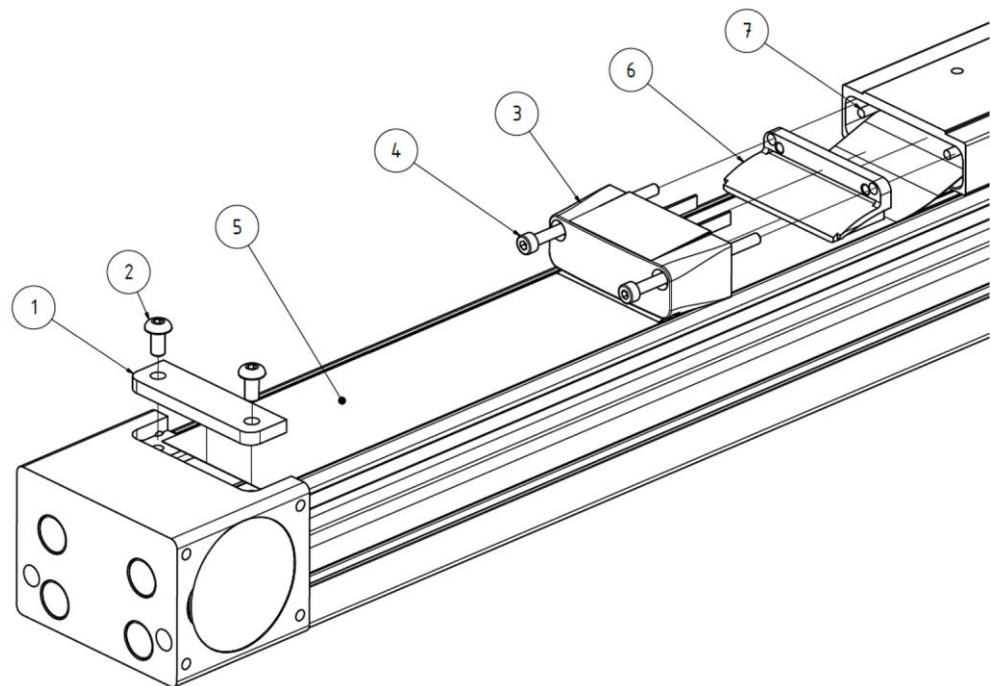

Abbildung 13: Demontage Stahlband
- ◆ Lösen Sie eine der Stahlbandabdeckung-Klemmleisten (siehe Abbildung 13: Demontage Stahlband, Pos. 1). Schrauben nicht komplett rausdrehen
- ◆ Die Stahlbandabdeckung (siehe Abbildung 13: Demontage Stahlband, Pos. 5) entspannt sich automatisch sobald die Klemmleiste gelöst wurde
- ◆ Ziehen Sie die Schrauben der Stahlbandabdeckung-Klemmleisten (siehe Abbildung 13: Demontage Stahlband, Pos. 2) mit dem im angegebenen Anzugsmoment (siehe Seite 44) wieder und setzen Sie den Betrieb der Linearachse (der gesamt Anlage) wieder fort.
- ◆ Schrauben (Abbildung 13: Demontage Stahlband, Pos. 2) der Stahlbandabdeckung-Klemmleisten (Abbildung 13: Demontage Stahlband, Pos. 1) an beiden Umlenkstationen lösen und Klemmleisten entfernen.
- ◆ Schrauben beider Läuferdeckel (Abbildung 13: Demontage Stahlband, Pos. 4) lösen und Läuferdeckel (Abbildung 13: Demontage Stahlband, Pos. 3) abnehmen.
- ◆ Stahlbandabdeckung (Abbildung 13: Demontage Stahlband, Pos. 5) vorsichtig herausziehen.
- ◆ Stahlbandumlenkungen (Abbildung 13: Demontage Stahlband, Pos. 6) und Stahlbandgleitstäbe² (Abbildung 13: Demontage Stahlband, Pos. 7) vorsichtig herausziehen.
- ◆ Stahlbandumlenkungen (Abbildung 13: Demontage Stahlband, Pos. 6) jeweils Links und Rechts auf die Stahlbandabdeckung auffädeln. Bei Montage der alten Stahlbandumlenkungen, säubern sie diese vor Wiedereinbau.
- ◆ Stahlbandgleitstäbe (Abbildung 13: Demontage Stahlband, Pos. 7) vorsichtig durch das Läuferprofil und die Stahlbandabdeckungen schieben. Darauf achten, dass die Stahlbandgleitstäbe über die gesamte Länge des Läufers im Profil sitzen und nicht nach unten heraushängen.
- ◆ Läuferdeckel (Abbildung 13: Demontage Stahlband, Pos. 3) beidseitig montieren und Schrauben (Abbildung 13: Demontage Stahlband, Pos. 4) mit dem erforderlichen Anzugsmoment (siehe Tabelle 13: Anzugsmomente Stahlbandabdeckung) festziehen. Bei Montage des alten Deckels, säubern sie die Abstreiferlippe vor Wiedereinbau.
- ◆ Stahlbandabdeckung (Abbildung 13: Demontage Stahlband, Pos. 5) mit Stahlbandabdeckung-Klemmleiste (Abbildung 13: Demontage Stahlband, Pos. 1) an einer der zwei Umlenkstation klemmen. Schrauben mit dem erforderlichen Anzugsmoment (siehe Tabelle 13: Anzugsmomente Stahlbandabdeckung) festziehen.
- ◆ Stahlbandabdeckung (Abbildung 13: Demontage Stahlband, Pos. 5) in Richtung der zweiten Umlenkstation von Hand glattziehen und mit der Stahlbandabdeckung-Klemmleiste an der Umlenkstation klemmen. Schrauben mit dem erforderlichen Anzugsmoment (siehe Tabelle 13: Anzugsmomente Stahlbandabdeckung) festziehen.
Anzugsmoment Läuferdeckel (Abbildung 13: Demontage Stahlband, Pos. 4)
Anzugsmoment Stahlbandabdeckung (Abbildung 13: Demontage Stahlband, Pos. 2)